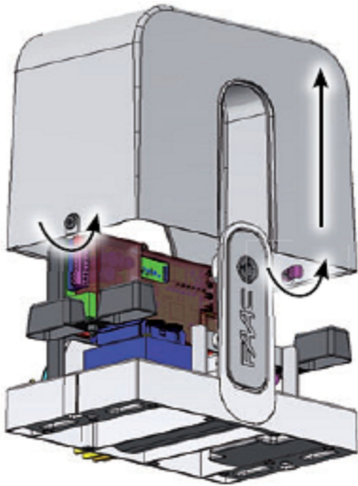

Рис.8
1. Чтобы убрать защитный корпус, следует повернуть крепежные винты на 90° (рис.8)